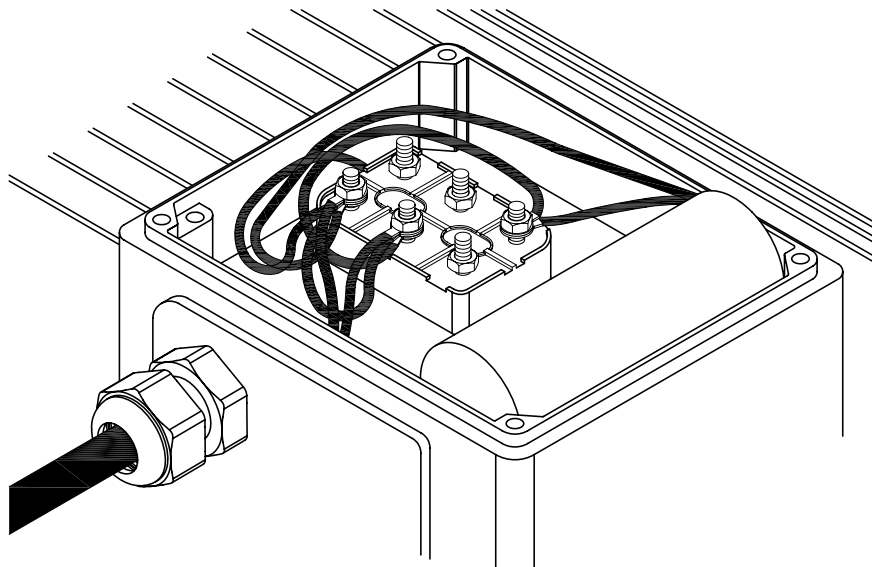

Fig. 2 / Bild 2
- Al conduttore di terra della rete si collegheranno elettricamente tutte le parti metalliche dell'apparecchio che di solito non sono sotto tensione, ma che accidentalmente potrebbero starlo, e che sono accessibili alle persone (vedere figs. 2 - 4, y pag. 38 - 39).